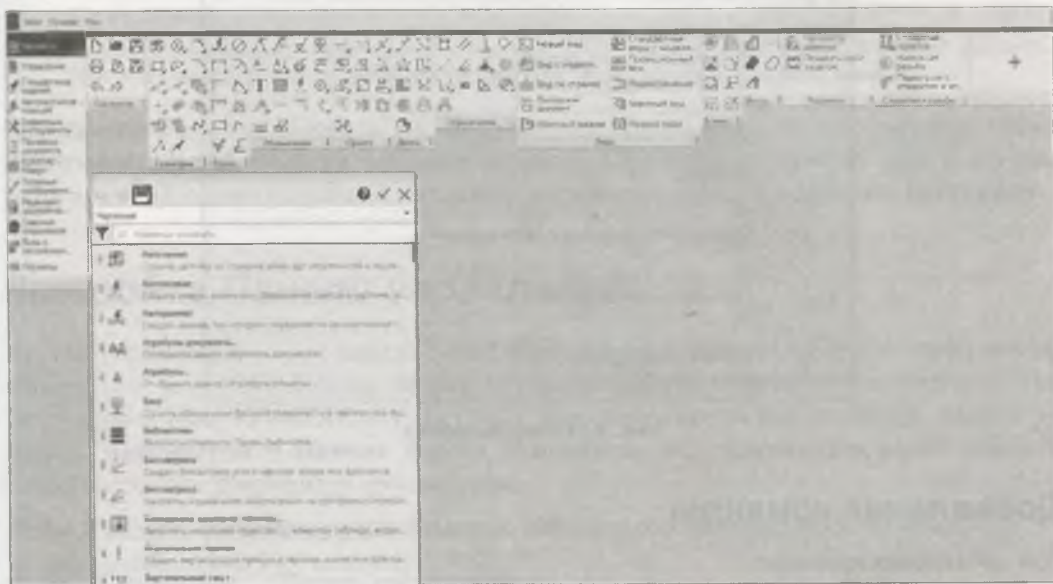

Рис. 4.13. Окно системы в режиме настройки интерфейса
При переходе в режим настройки интерфейса состав элементов окна КОМПАС-3D изменяется (рис. 4.13). В нем отображаются:
**Панель управления** — это панель с кнопками для отображения панели в графической области (см. рис. 4.13). Состав панели управления определяется ее назначением. По умолчанию в окне КОМПАС-3D доступны для отображения две основные панели — **Панель параметров** и **Панель дерева документа**. Включение/отключение панелей запоминается для документов того же типа.